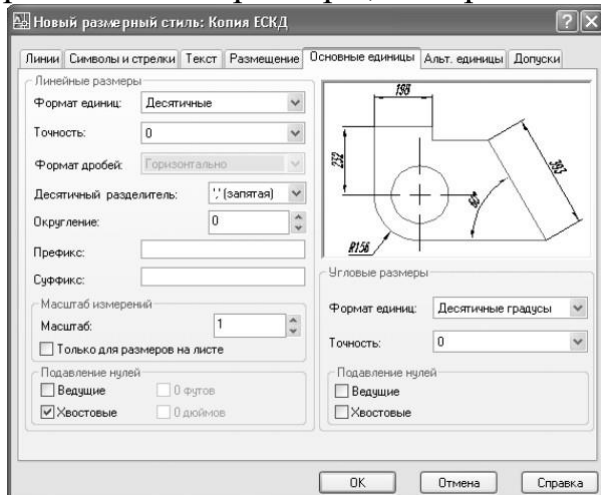

Рис. 11.7 Параметры точности представления размеров для нового стиля ЕСКД
13. Перейдите на вкладку Основные единицы и установите параметры точности представления размеров в соответствии с рис. 11.7: в группах Линейные размеры и Угловые размеры, выберите из списка Точность значение 0.